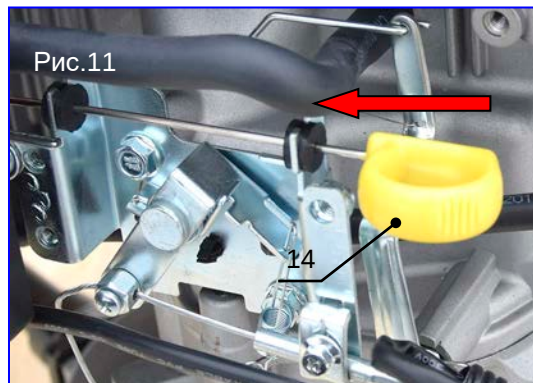

Рис.11
2. Переместить рукоятку (поз.14, рис.11) воздушной заслонки в направлении стрелки до упора.